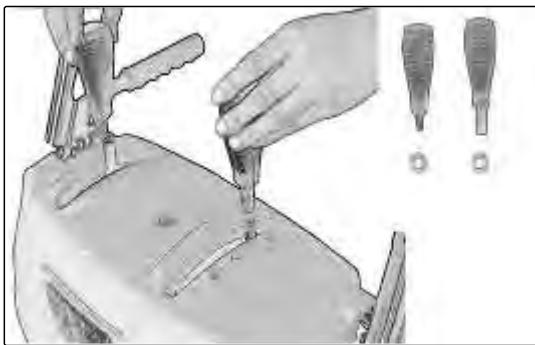

Рис.8
3. Сборка панели управления. Рис. 8.